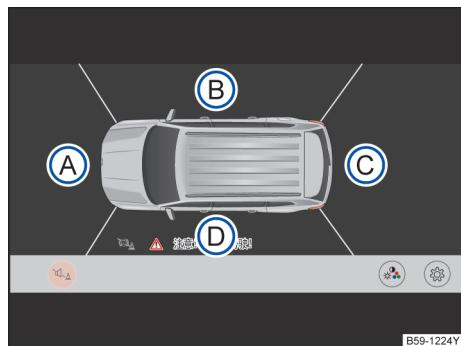

图 166 全景摄像系统显示：鸟瞰图
→ 图 166 的图例：
→ 图 166。通过点击汽车区域可以选择鸟瞰
通过点击鸟瞰图→图 166 ④ 至 ⑤ 的各个区